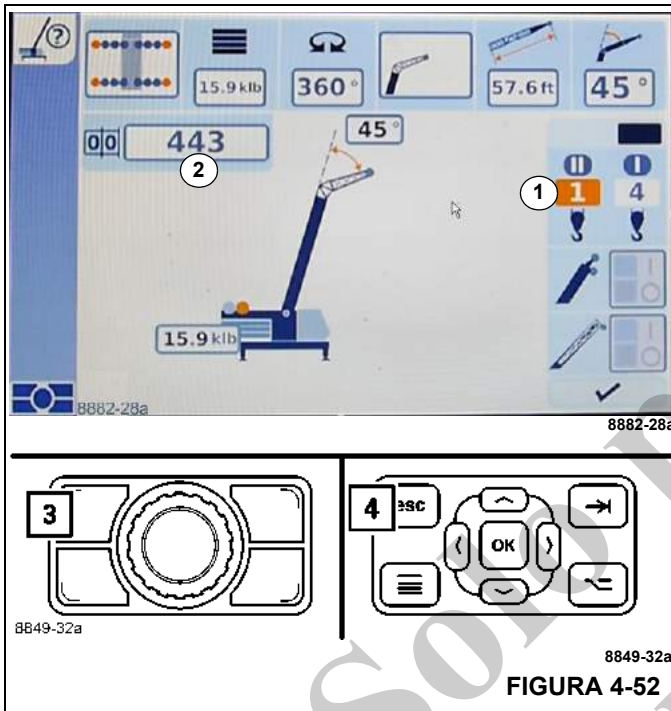

FIGURA 4-52
- Pulse el botón (3, Figura 4-52) o (4) una vez; el menú de configuración se abre.